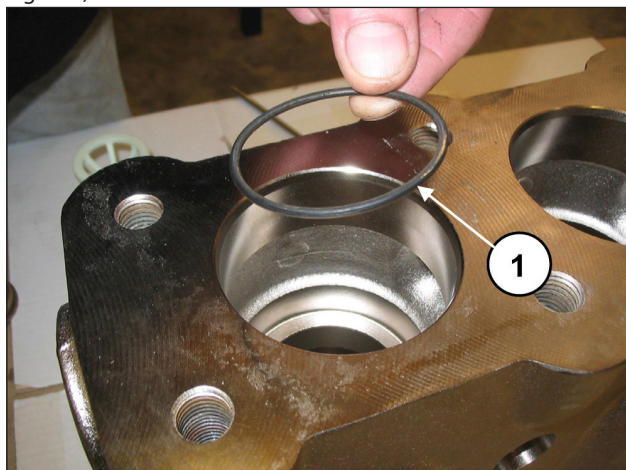

Fig. 114
Introducir la junta tórica, pos. dibujo desglosado 5 (pos. ①, Fig. 114).